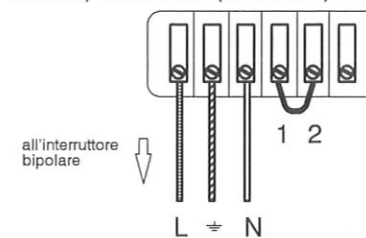

fig. 3.8
- 1 Collegare il cavo di alimentazione elettrica proveniente dall'interruttore bipolare alla morsetteria di alimentazione elettrica della caldaia (fig. 3.8) posta dietro il pannello comandi rispettando la corrispondenza della linea (filo marrone) e del neutro (filo azzurro).
- Rimuovere il ponticello elettrico presente sulla morsettiera tra "1 e 2" (fig. 3.8) per il corretto funzionamento del telecomando.
Per il collegamento di un termostato ambiente, non utilizzando il cronotermostato del telecomando caldaia, servirsi della morsettiera di alimentazione elettrica della caldaia (fig. 3.8).